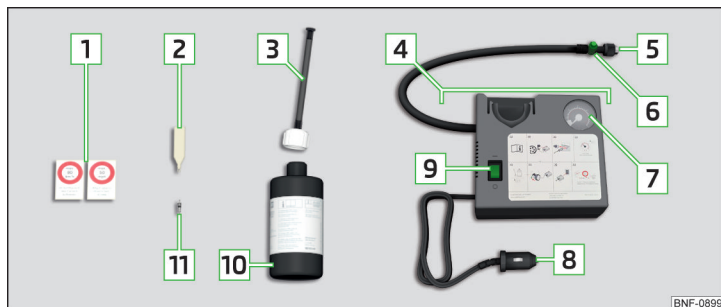

Abb. 156 Pannensetbeschreibung
- › Den Ventileinsatzdreher **2** » Abb. 156 auf Seite 136 auf den Ventileinsatz stecken, sodass der Ventileinsatz in den Schlitz des Ventileinsatzdrehers passt.
- › Den Reifenfüllschlauch **5** » Abb. 156 auf Seite 136 fest auf das Reifenventil schrauben.
- › Den entsprechenden Aufkleber **1** » Abb. 156 auf Seite 136 auf die Schalttafel im Sichtfeld des Fahrers kleben.